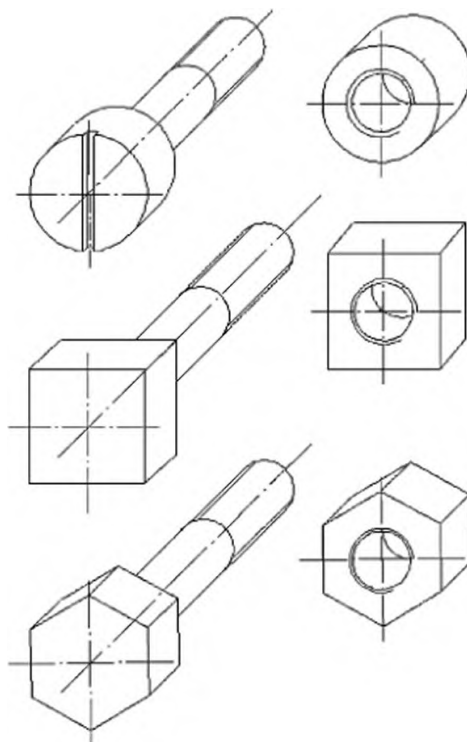

Рис. 1
**Самостоятельная работа.** Выполнить 3D-модели крепежных деталей «Болт» с головками разных конфигураций и «Гайка» на формате А4, аксонометрические изображения которых показаны на рис. 1 в виде технического рисунка.